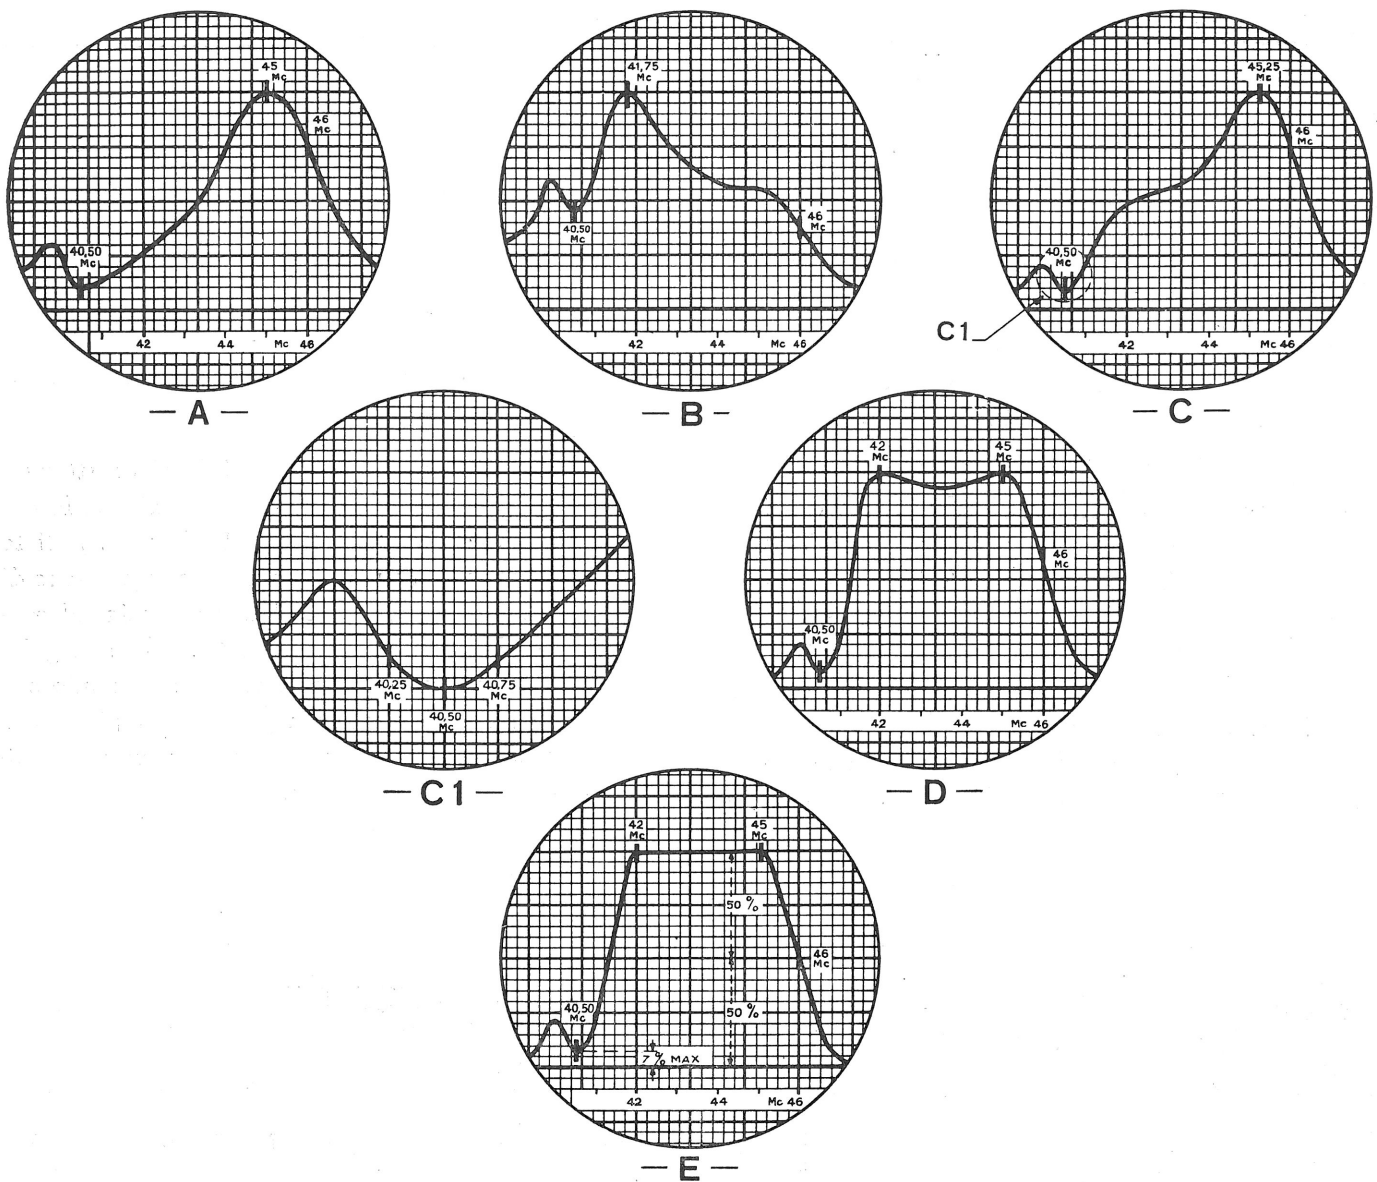

Fig. 16 - Curve di M. F. video
- 7°) Durante la regolazione dei filtri di attenuazione della «portante suono» si riduca la deviazione del generatore a 1 Mc e si sposti la frequenza centrale in modo che la porzione di curva corrispondente al filtro appaia sul centro dello schermo. Le due trappole si regolano per massima attenuazione ed in modo che la curva presenti una parte quasi piana per circa 100 Kc. intorno alla frequenza di 40,5 Mc come indicato in fig. 16 C1.